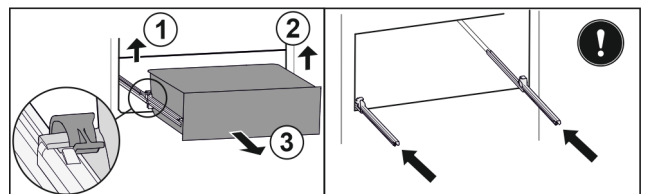

Fig. 171
- Linke Klemme anheben und gleichzeitig Schubfach links nach vorne ziehen. Fig. 171 (1)
- Rechte Klemme anheben und gleichzeitig Schubfach rechts nach vorne ziehen. Fig. 171 (2)
- Schubfach nach vorne entnehmen. Fig. 171 (3)